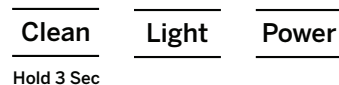

Figura 9
16. Una vez completado, presione el botón "Power" (Encendido) para iniciar la máquina de hielo. Consulte la figura 9.